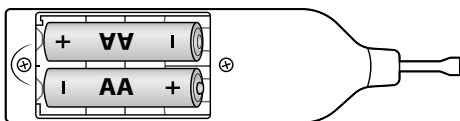

Bild 1
- ◆ Sätt i batterierna i vaxsmältaren **1** enligt märkningen i batterifacket **4** (se bild 1).